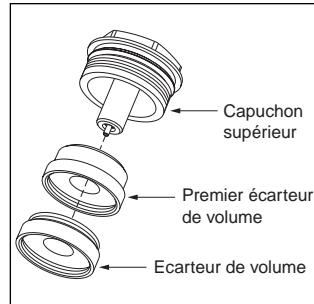

Fig. 6
4. Pour ajouter des écarteurs, enclenchez-les dans le bas du premier (fig. 6).